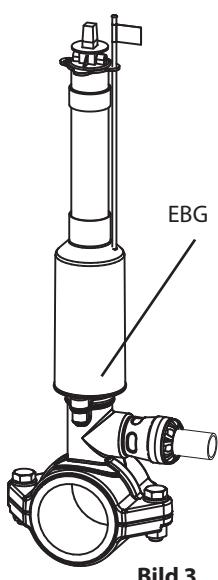

Bild 3
7. Montage der Einbaugarnitur: Es können fixlange oder verstellbare EBG's Verwendung finden. Der Anschlussvierkant entspricht der DIN 3223 E (Bild 3).